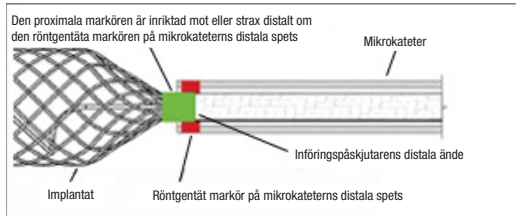

Figur 5. Dra införingspaskjutaren i proximal riktning för att dra tillbaka implantatet
16. Håll fast den gröna introducern med ena handen samtidigt som du tar tag i införingspaskjutaren och försiktigt drar den proximalt för att börja dra tillbaka implantatet, se figur 5.